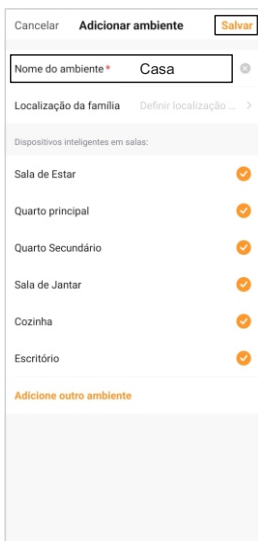
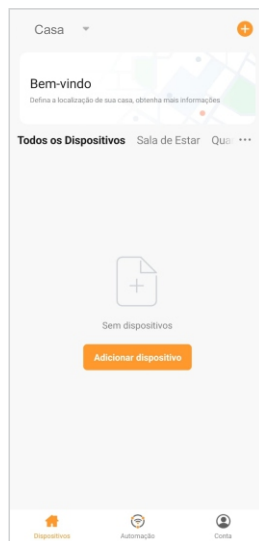

Figura 4
Figura 5
3. Defina um nome para o ambiente e então clique em **“Salvar”**(figura 4)da próxima página. Pronto! O seu novo ambiente está criado, agora basta adicionarmos a fechadura ao novo ambiente (figura 5) da próxima página.